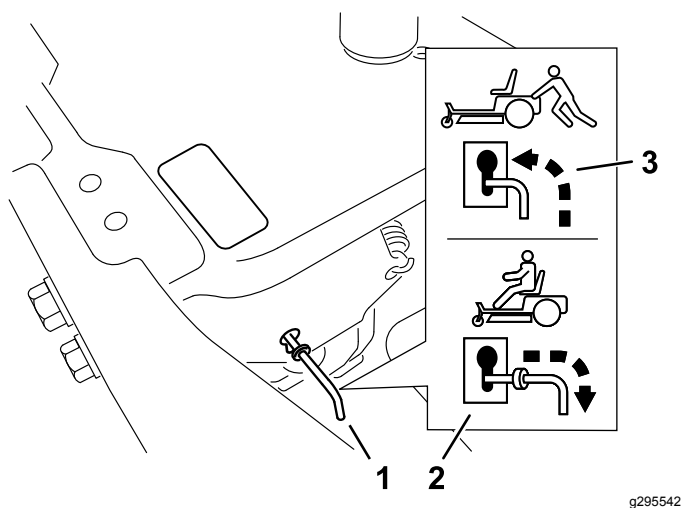

図 32
4. バイパスレバーをキー穴に沿って前に動かし、更に下に動かしてロックする 図 32。
バイパスレバーをキー穴に沿って後方に動かし、更に下に動かしてロックする 図 32。